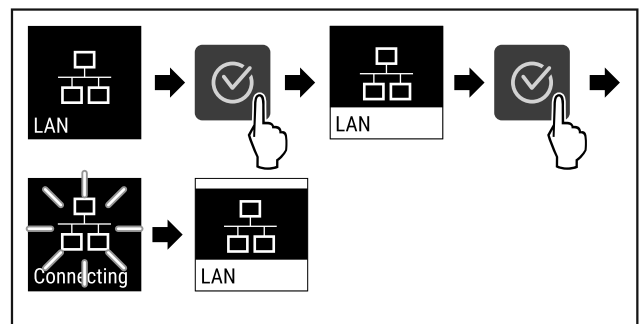

Fig. 90
- ▶ Suivre les étapes (voir Fig. 90) .